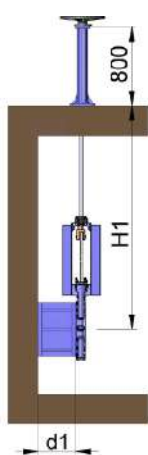

fig. 10
- La colonne de manœuvre standard est de 800mm de hauteur (fig. 10). D'autres mesures de colonne sur commande.